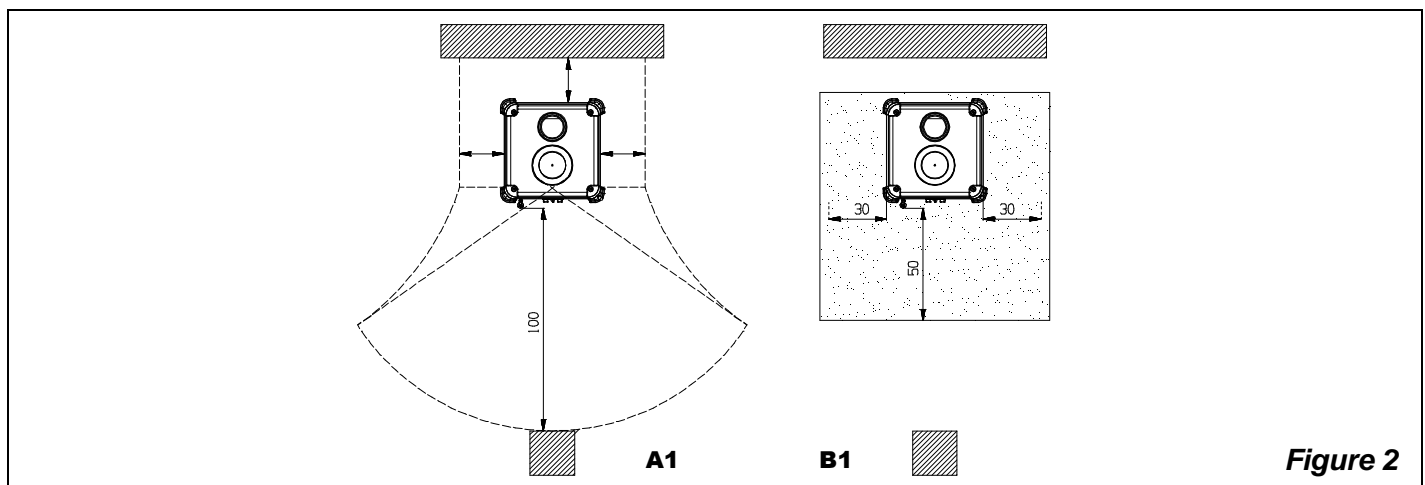

Figure 2
- a) pour assurer une isolation thermique suffisante, respecter la distance minimale de sécurité entre le poêle et les éléments de construction et objets inflammables et sensibles à la chaleur (meubles, revêtements en bois, tissus, etc.) (voir Figure 2 A). **Toutes les distances minimales de sécurité sont indiquées dans l'étiquette du produit et on ne doit PAS descendre au-dessous des valeurs indiquées.**
- c) si le produit est installé sur un sol de matériau inflammable, prévoir une base ignifuge. **Les sols composés par matériaux inflammables**, comme moquette, parquet ou liège etc., **doivent être remplacés** par une couche de matériel pas inflammable, par exemple céramique, pierre, vitre ou acier etc.. (dimensions selon les dispositions régionales). Le fond de sol doit dépasser d'au moins **20 cm**. à l'arrière, de **30 cm**. sur les côtés, et de **50 cm**. de face, au-delà de l'ouverture de la porte de chargement (voir Figure 2 B).